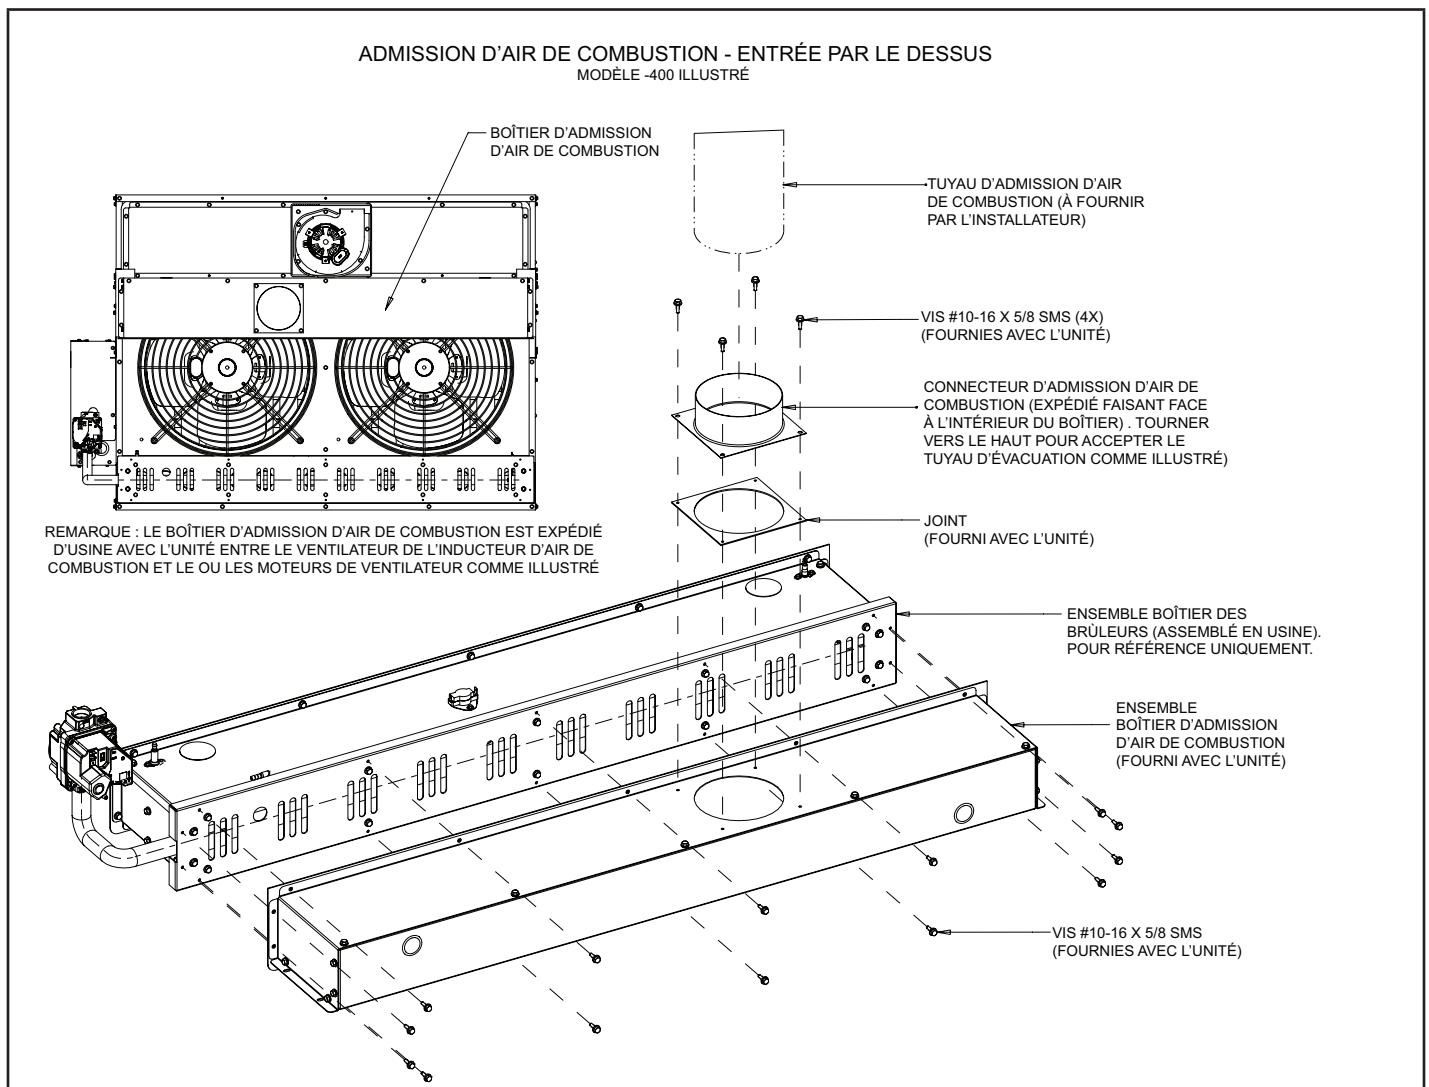
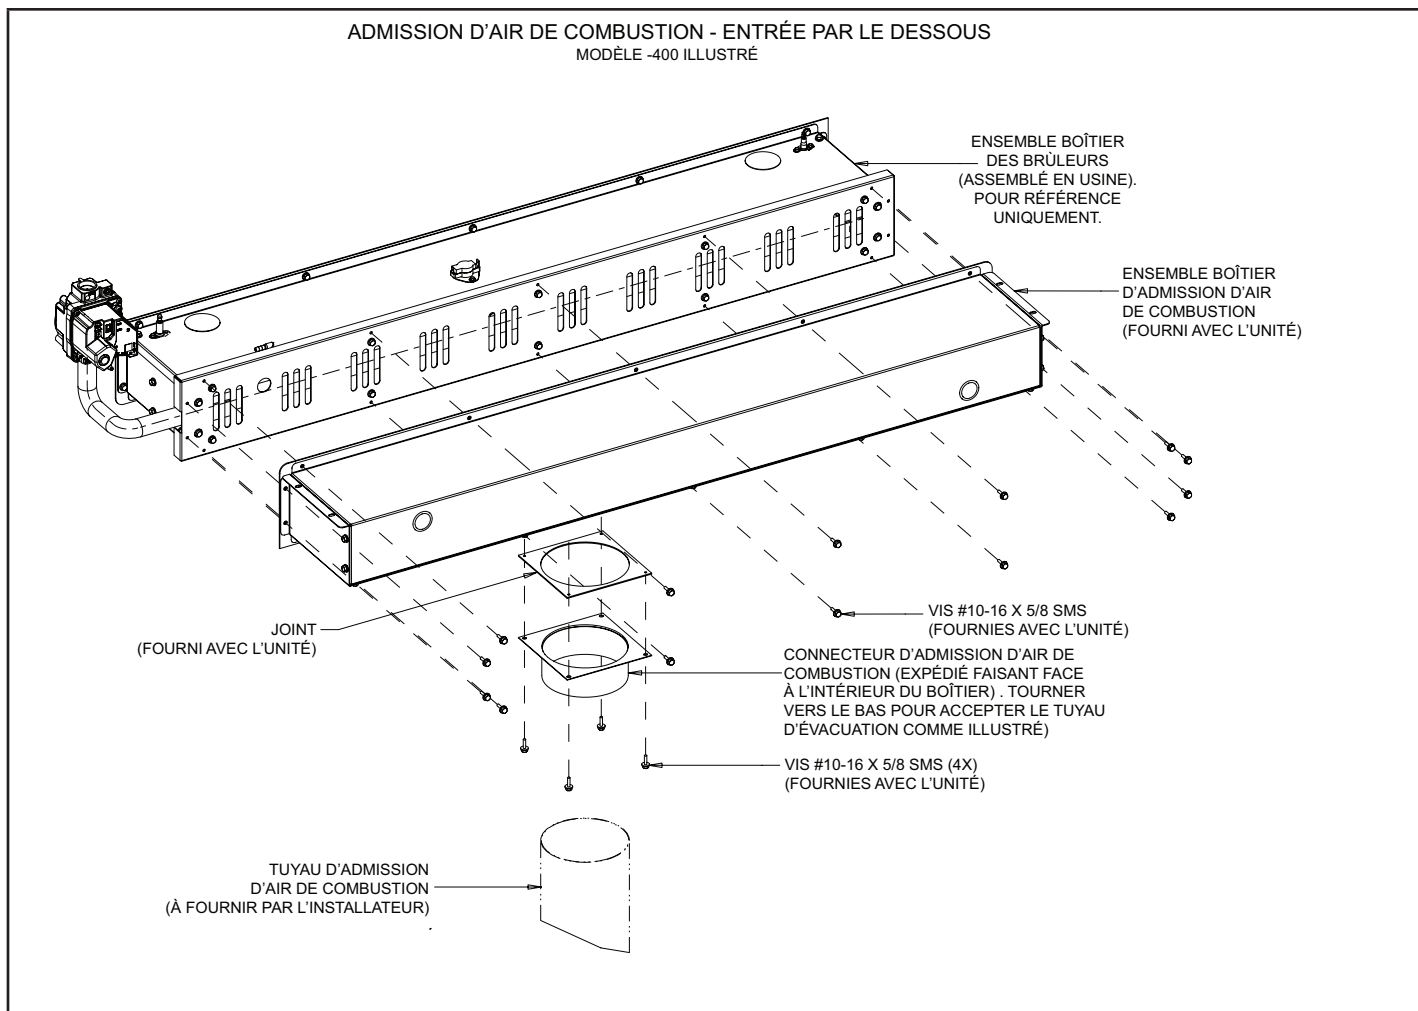

FIGURE 3
FIGURE 4
- 9 - Installer le boîtier d'admission d'air de combustion. Voir la Figure 3 pour l'admission par le dessus et la Figure 4 pour l'admission par le dessous.
- 10 - Le conduit d'évacuation doit dépasser d'au moins 3 pieds (90 cm) au-dessus du point le plus haut de traversée du toit ou du bâtiment. Le conduit d'évacuation doit aussi dépasser d'au moins 2 pieds (60 cm) au-dessus du point le plus haut du bâtiment situé dans un rayon horizontal de 10 pieds (3 m), sauf spécification contraire des codes d'installation ANSI Z223.1 ou CSA-B149. Le conduit d'évacuation doit dépasser d'au moins 5 pieds (1,5 m) du collier du conduit d'évacuation de l'équipement raccordé le plus élevé. Engager le conduit d'admission d'air de combustion sur le connecteur du boîtier d'air de combustion. Voir les Figures 3 et 4.